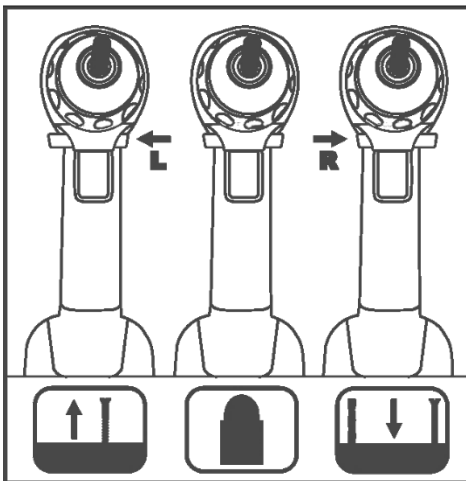

Рисунок 2
2.3.7 Перемикач реверсу (напрямку обертання шпинделя) (4) дозволяє змінювати напрямок обертання патрона при виконанні операцій загвинчування/вигвинчування шурупів і гвинтів (див. рисунок 2).